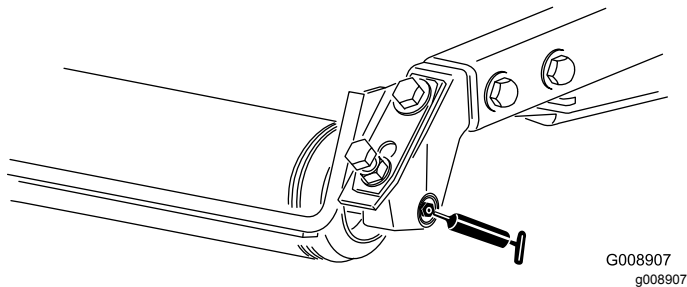

Bild 56
- Hintere Rollenlager (2 pro Mähwerk) (Bild 56)